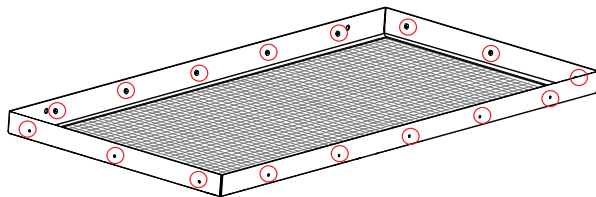

FIG 2:
- Retirez la vitre du cadre de porte. **(FIG.2)**
- C.. Retirez les 10 vis supérieures et inférieures et les 6 vis latérales. **(FIG 2)**
- B. Retirez les vis des supports inférieurs et enlevez le panneau avant inférieur (4, 5). Puis retirez les vis des supports supérieurs (6, 7) et enlevez le panneau avant supérieur. **(FIG.2)**
- E. Glissez le panneau avant supérieur dans la chambre de combustion, puis glissez le panneau avant inférieur et installez les supports. **(FIG.2)**